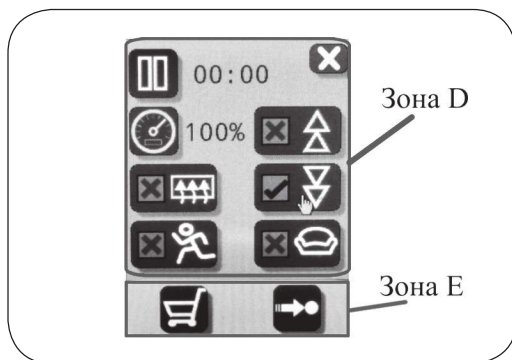

Рисунок 7.6 – Дисплей режима настройки процедуры
7.4. Дисплей режима настройки процедуры (см. рис. 7.6):